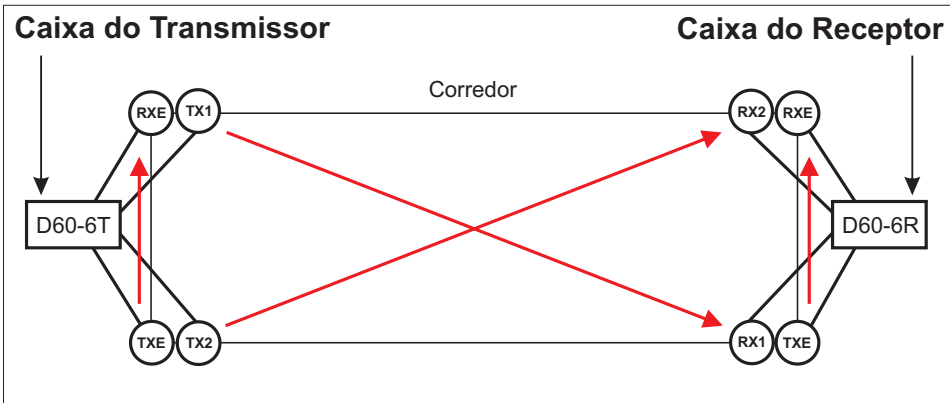
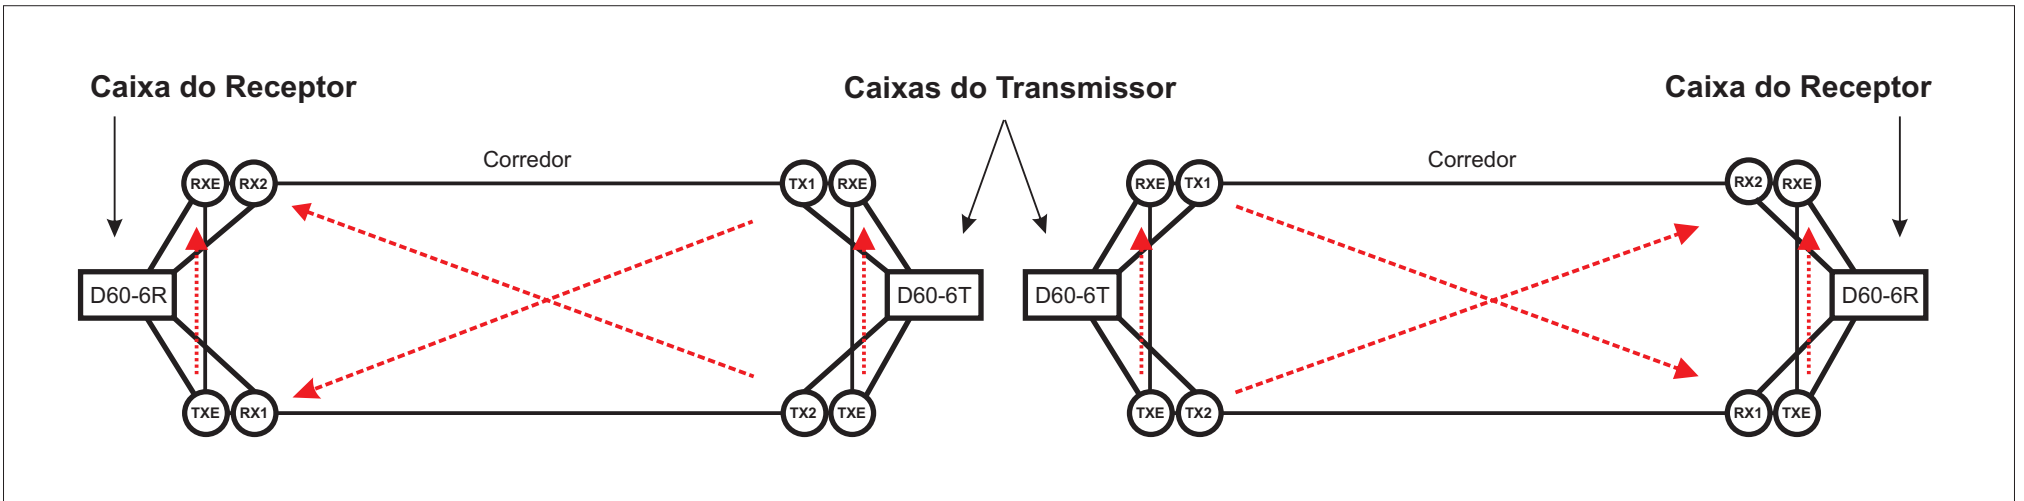

Figura 1
Figura 2
- Certifique-se que os sensores estão instalados conforme mostrado na figura 1, exemplo de instalação de um **D60-6**, ou conforme mostrado na figura 2, exemplo de instalação de duas ou mais unidades;